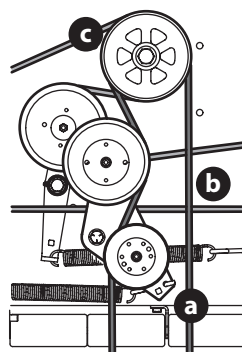

Fig. 57
- En utilisant une clé de 1/2 po dans le support de la poulie de tension (a), tournez la clé vers la droite de la tondeuse et faites glisser la courroie de PDF (b) hors de la poulie de PDF (c) (Fig. 57).